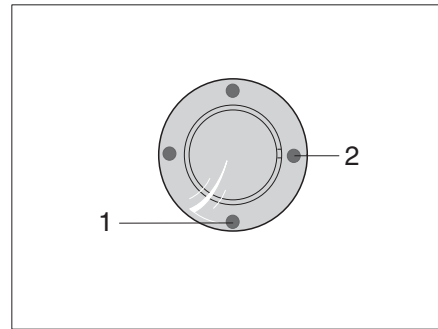
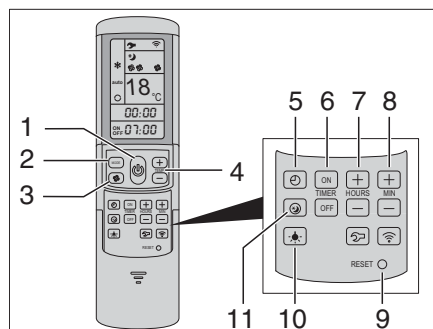

Fig. 120 Ricevitore IR/Indicatore di funzionamento
Fig. 121 Telecomando
L'impianto di climatizzazione si trova sul tetto del veicolo. Il telecomando (Fig. 121) dell'impianto di climatizzazione si trova nella zona cucina.
- Collegare il veicolo all'alimentazione a 230 V. L'impianto di climatizzazione è pronto a funzionare. Il LED blu (Fig. 120,1) è acceso.
- Per accendere, premere il tasto (Fig. 121,1) del telecomando. Il LED blu (Fig. 120,1) lampeggia.
- Impostare la modalità di funzionamento desiderata con il tasto MODE (Fig. 121,2).
- Se necessario, con il tasto (Fig. 121,3) impostare il livello della ventola e con i tasti (Fig. 121,4) la temperatura ambiente desiderata.
In modalità di raffreddamento: al raggiungimento della temperatura impostata sul telecomando, il LED blu (Fig. 120,1) si spegne, il compressore si spegne e la ventola di ricircolo continua a funzionare.
In modalità di riscaldamento: al raggiungimento della temperatura impostata sul telecomando, il LED giallo (Fig. 120,2) si spegne, il compressore si spegne e la ventola di ricircolo continua a funzionare. Se la temperatura si abbassa sotto la temperatura ambiente impostata, l'apparecchio ritorna automaticamente alla modalità di riscaldamento.
- Per spegnere, premere di nuovo il tasto (Fig. 121,1) del telecomando.
- Per la programmazione, accendere l'impianto di climatizzazione con il tasto (Fig. 121,1) del telecomando.
- Con il tasto (Fig. 121,2) impostare la modalità di funzionamento desiderata e con i tasti (Fig. 121,4) la temperatura ambiente.
- Con i tasti (Fig. 121,6) selezionare l'azione desiderata:
- Con i tasti (Fig. 121,7 e 8) selezionare il tempo di commutazione desiderato (da 15 minuti a 24 ore).
- Confermare le impostazioni con il tasto "ON" o "OFF" (Fig. 121,6).